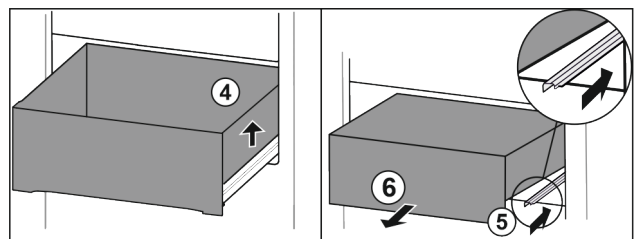

Fig. 128
- ▶ Schubfach rechts anheben. Fig. 128 (4)
- ▶ Rechte Schiene einschieben. Fig. 128 (5)
- ▶ Schubfach nach vorne entnehmen. Fig. 128 (6)